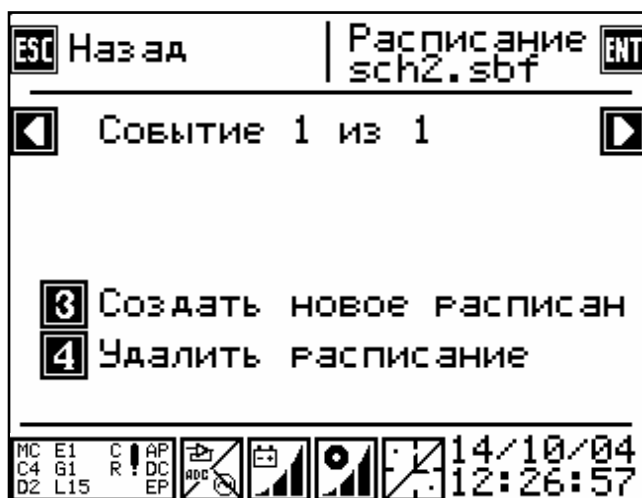

Рисунок 6.8
6.1.10 В третьем окне (рисунок 6.8) производится выбор или создание файла расписания и выбор события для редактирования.